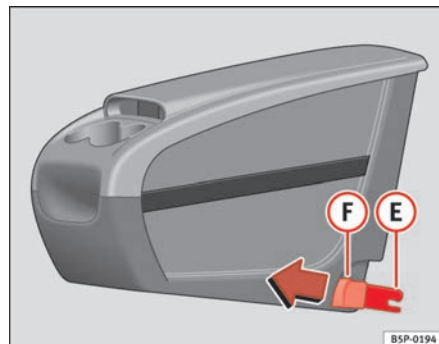
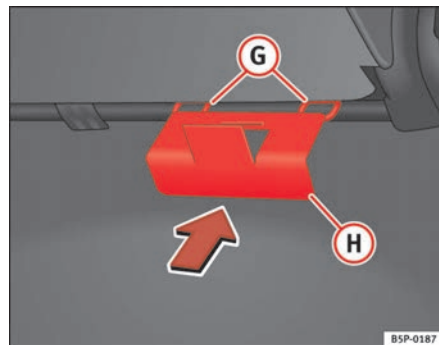

Fig. 111 Cassetto portaoggetti estraibile. Montaggio
Fig. 112 Piastra di fissaggio del cassetto portaoggetti estraibile
- Collocare dall'interno del veicolo la piastra di fissaggio **H** ⇒ fig. 112 del cassetto portaoggetti estraibile, facendolo passare attraverso la parte posteriore del sedile. Deve essere collocato fra lo schienale e il piano del sedile, nella zona del posto centrale.
- Agganciare i due pezzi di fissaggio **E** ⇒ fig. 111, con i due anelli di fissaggio **G** ⇒ fig. 112 e premere con forza fino a quando le due pinze si incastrano completamente con gli anelli.
- Tirare in avanti entrambi i pulsanti ⇒ fig. 111 **F** delle pinze (pulsanti rossi), fino a quando non si sente lo scatto.